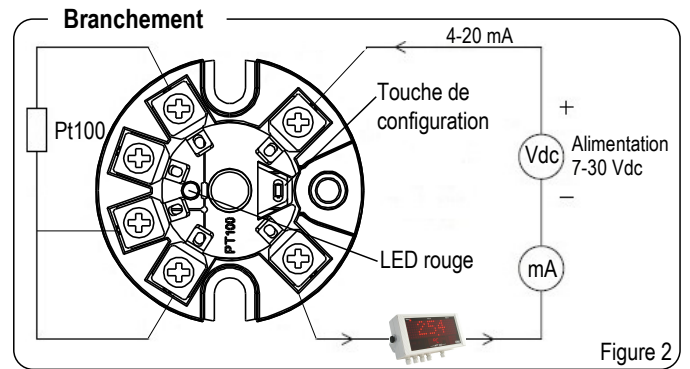

Figure 2
La figure 2 montre le diagramme de branchement du convertisseur dans la boucle de courant. Pour obtenir une meilleure précision, utiliser 3 fils de même diamètre pour faire le branchement à la Pt100 car ceci garantit la même impédance dans chaque branche. Un dispositif peut être introduit dans la boucle de courant comme un afficheur, un contrôleur ou un enregistreur.
- Brancher le convertisseur à configurer à la source d'alimentation à l'ampèremètre et au calibrateur Pt100 (voir figure 2) puis faire un appui long sur la touche de configuration du convertisseur. La led clignote 2 fois durant l'appui. Lorsque le clignotement devient rapide, relâcher le bouton : le mode programmation est activé.